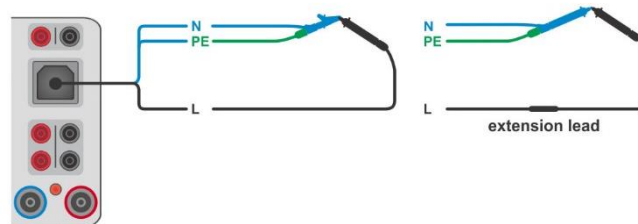

Abbildung 6.113: Kurzgeschlossene Prüfleitungen
- Verbinden Sie das Prüfkabel mit dem Instrument und schließen Sie alle Prüfkabel miteinander kurz, siehe **Abbildung 6.113**.